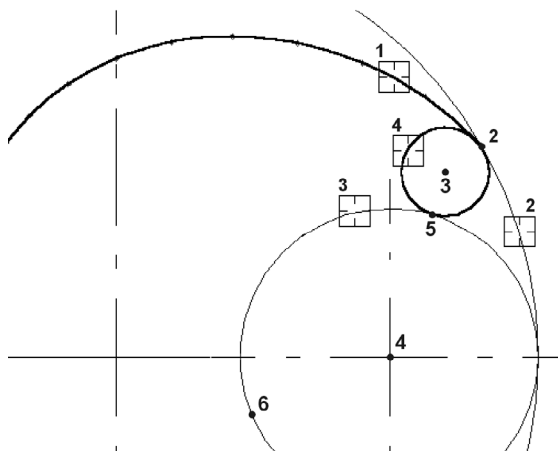

Рис. 20.6. Построение сопряжения между дугами
8.1. Увеличьте часть чертежа, как это показано на рис. 20.6.
8.3. В ответ на запросы системы последовательно укажите построенную кривую Безье (курсор 1 на рис. 20.6), внешнюю вспомогательную окружность (курсор 2) и внутреннюю вспомогательную окружность (курсор 3).
8.7. Укажите подлежащий удалению участок окружности (курсор 4 на рис. 20.6).